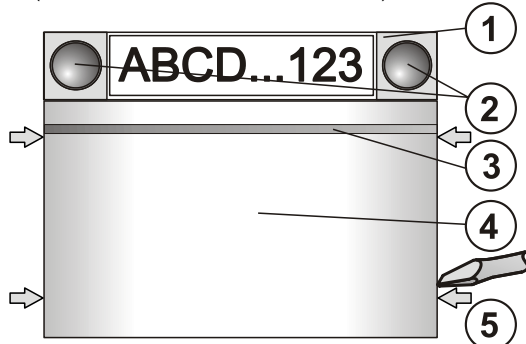

Figura: 1 – segmento de mando; 2 – botones del segmento; 3 – botón activación de pantalla retroiluminada; 4 – módulo RFID; 5 – fijadores para abrir el módulo.
- Oprima los cuatro fijadores (5), a ambos lados (vea la Fig. 1), uno por uno y separe el módulo de su base plástica.
- Conecte el cable síncrono (BUS) a sus terminales (9).